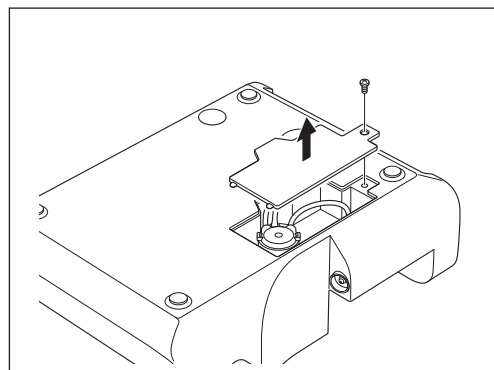

Fig. 49
- 2) Dé la vuelta a la unidad de control. Use un destornillador de estrella para quitar el tornillo de la cubierta del conjunto de bomba de irrigación y retire la cubierta (Fig. 49).